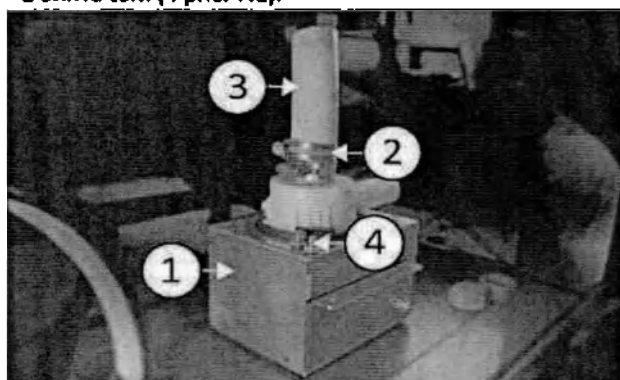
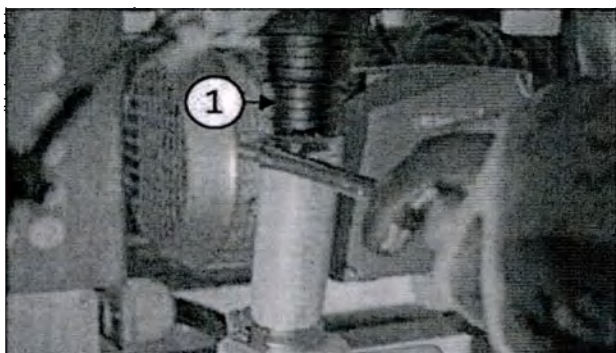

Рис. 7.1
Рис. 7.3
- сливной насос (1 рис. 7.1) с соответствующим хомутом (2 рис. 7.1) для подсоединения сливного шланга (3 рис. 6.1);
- 2 винта torx (4 рис. 7.1).
- 3) Подсоедините сливной шланг (3 Рис. 7.1) к сливному патрубку машины (1 Рис. 7.3) и зафиксируйте хомут шестигранной отверткой 7 мм.